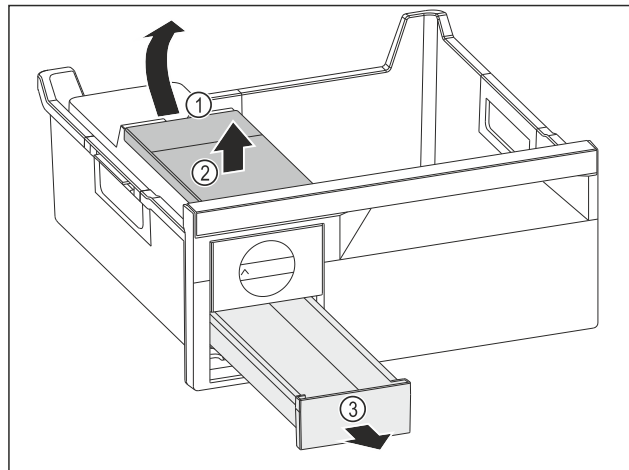

Fig. 77
- ▶ Извлеките бак для воды: Поднимите бак для воды за выемку Fig. 77 (1).
- ▶ Извлеките бак для воды Fig. 77 (2) движением вверх.
- ▶ Извлеките выдвижной ящик для кубиков льда Fig. 77 (3) движением вперед.